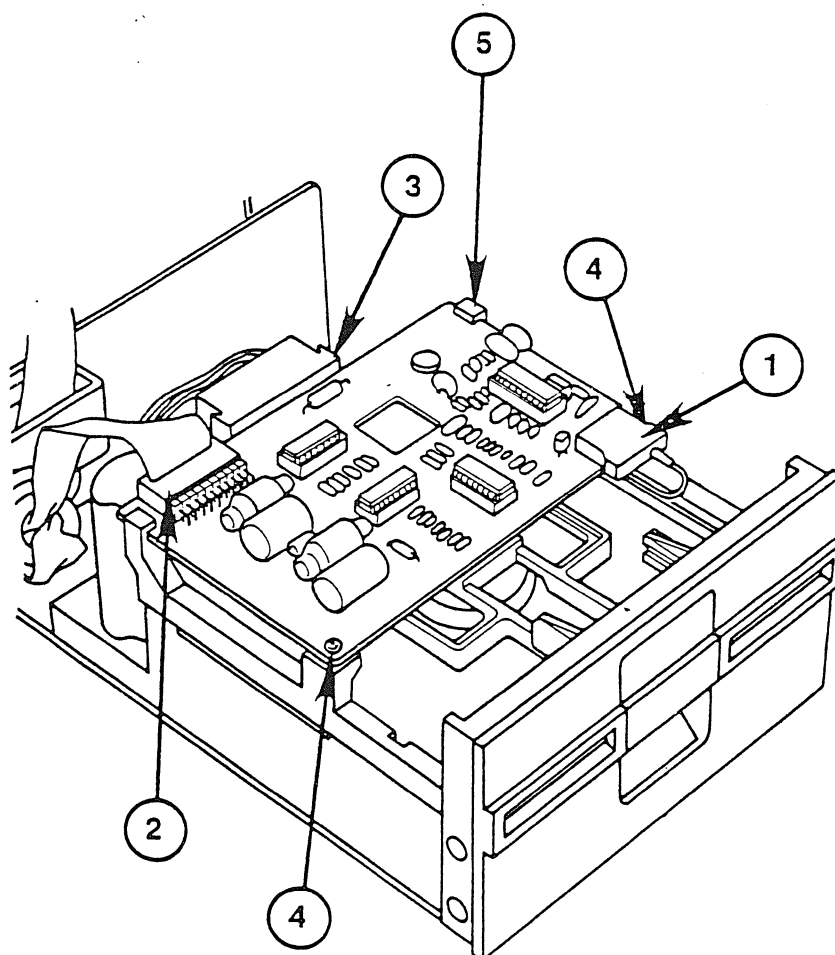

FIGURE 2
3. Enlever doucement la prise de tête lecture/écriture du devant de la carte analogique (figure 2, No.1).
8. Glisser la carte en place dans les fentes de soutien à l'arrière (figure 2, No.5).